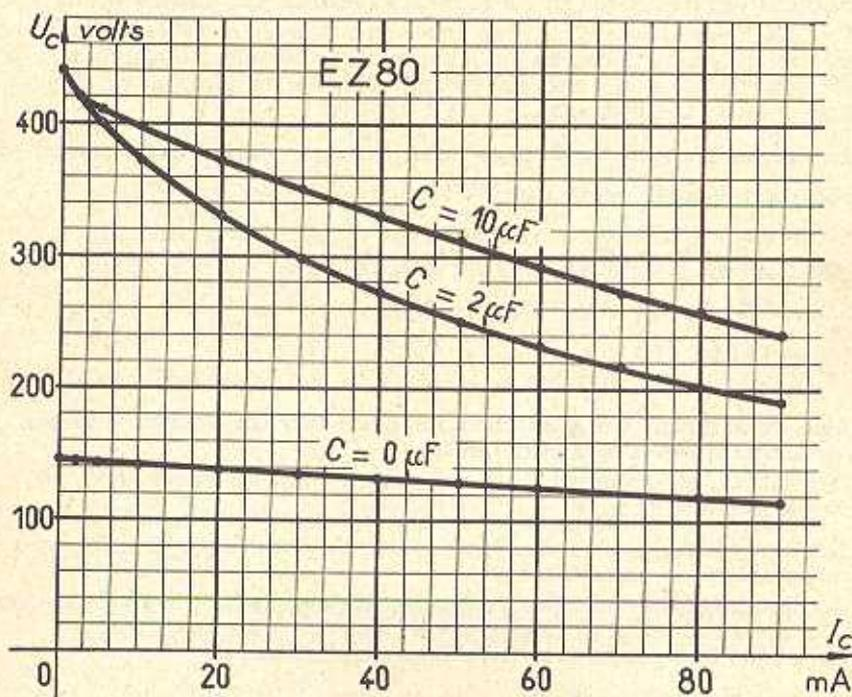

FIG. 3. — Caractéristiques en charge  $U_c(I_c)$  d'un redresseur monophasé simple alternance sans filtrage et avec filtrage par condensateur.
### I. — $C = 0$ (fig. 3)
2. —  $C = 2 \mu\text{F}$  (fig. 3)
3. —  $C = 10 \mu\text{F}$  (fig. 3)